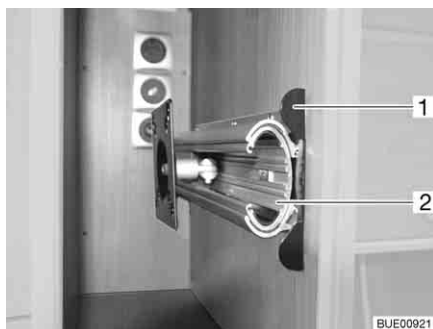

Fig. 73 Supporto nel mobiletto porta TV
- Premere verso l'interno il listello di sblocco (Fig. 73,1).
- Estrarre interamente la base estraibile (Fig. 73,2).
- Inserire la base estraibile Fig. 73,2), finché il listello di sblocco (Fig. 73,1) non si arresta a scatto.